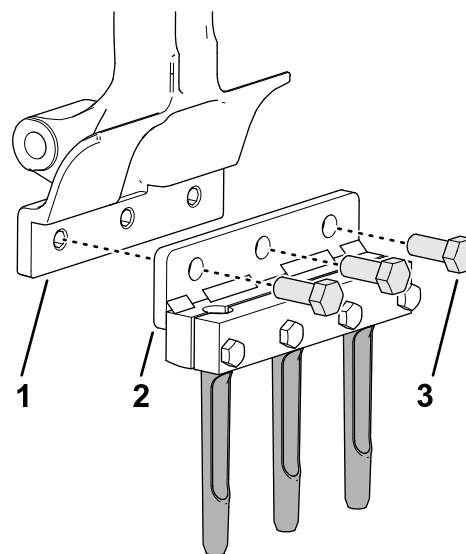

**Figura 41**
2. Montate le fustelle sul portafustelle e sul pezzo di bloccaggio delle fustelle (Figura 41).